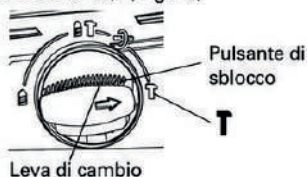

Fig. 10
Questo martello tassellatore rotativo può essere impostato sulla modalità solo percussione premendo il pulsante di sblocco e ruotando la leva di cambio sul simbolo **T** (solo percussione). (Fig.10)
- (3) Ruotare la leva di cambio sul simbolo **T** (solo percussione). (Fig.10) In questo modo la punta a scalpello o la punta fredda viene bloccata.